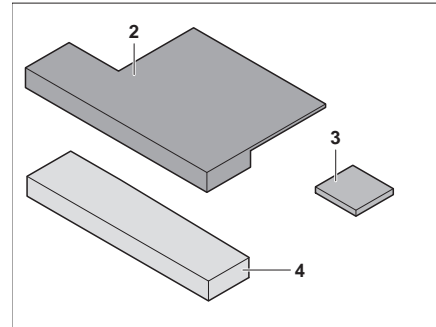

Fig. 157 Coussin supplémentaire
- Mettre en place la cale de siège (Fig. 157,3) au coussin supplémentaire (Fig. 157,2) (avec fermeture Velcro).